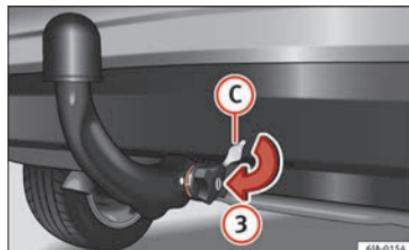

Fig. 199 Colocación de la tapa de la cerradura.
- Cierre con llave ② la cerradura de la ruedecilla manual girando la llave hacia la derecha hasta el tope, en el sentido de la flecha ① – la flecha en la llave señala el símbolo “cerradura cerrada”.
- Extraiga la llave en el sentido de la flecha ②.
- Coloque la tapa **(C)** en la cerradura de la ruedecilla manual en sentido de la flecha **(3)** » fig. 199.